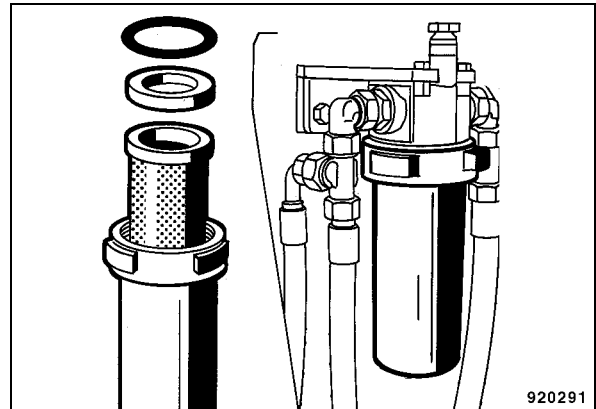

Fig. 184
- Allentare il dado a ghiera sulla scatola (Fig. 184) del filtro.